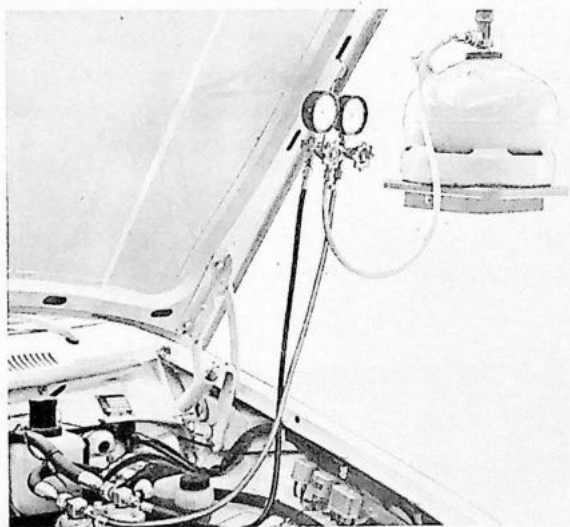

Fig. 7 Koelvloeistof reservoir op weegschaal en aangesloten op de airconditioning installatie.
1. Maak de witte slang los van de vacuüm pomp en verbindt deze met het koelmiddel reservoir (Fig. 7). N.B.: Het reservoir van de koelvloeistof mag onder geen beding op zijn zijkant worden gelegd of worden omgedraaid maar moet altijd rechtop staan wanneer het systeem wordt gevuld, aangezien anders vloeistof in de compressor kan worden gezogen om aldaar schade te veroorzaken.